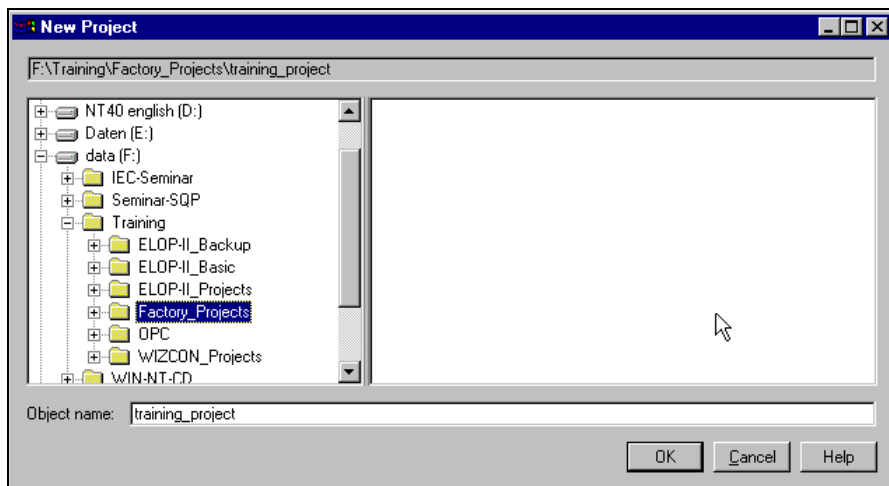

Fig. 43: Criar projeto
- ☐ Selecionar o diretório onde o novo projeto deve ser criado na árvore de diretórios (Fig. 43, à esquerda). Introduzir no campo Object name“ o nome para o novo projeto e clicar em **OK**.